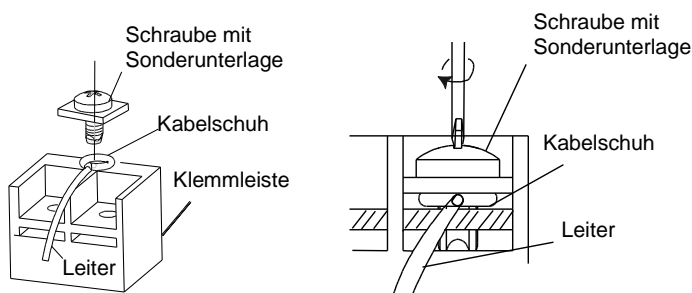

Abb. 36
- d) Den Kabelschuh auf die Klemmleiste legen und mit der Schraube festschrauben (Abb. 36).